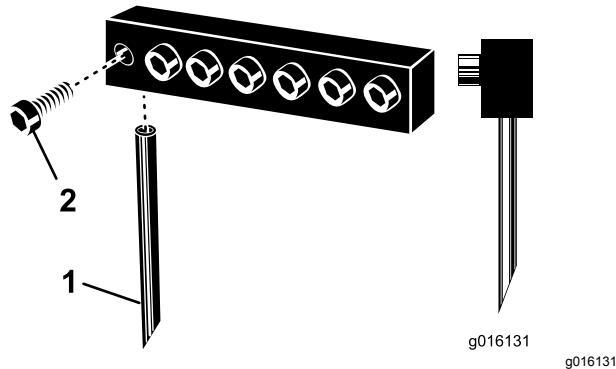

Bild 30
3. Lösen Sie die Klemmbolzen und entfernen Sie die vorher verwendeten Tines (Bild 30).
- Hinweis:** Der Ausstoßschlitz sollte bei Hohl-Tines nach hinten zeigen; bei Massiv-Tines sollte der Winkel an der Tines-Spitze zur Maschine zeigen (Bild 30).